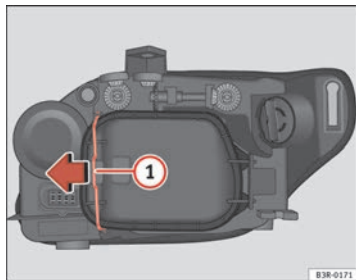

Abb. 210 Glühlampe des Standlichts
Ein vorheriges Abnehmen des Deckels \Rightarrow Seite 282, Abb. 210 ist zwar nicht notwendig, erleichtert aber den Ersatz der Lampe des Tagfahrlichts. ■
- Den Spanner ⇒ Abb. 210 ① in Pfeilrichtung bewegen und den Deckel abnehmen, indem zuerst die Seite des Spanners und danach die beiden Laschen des anderen Endes des Deckels abgenommen werden.